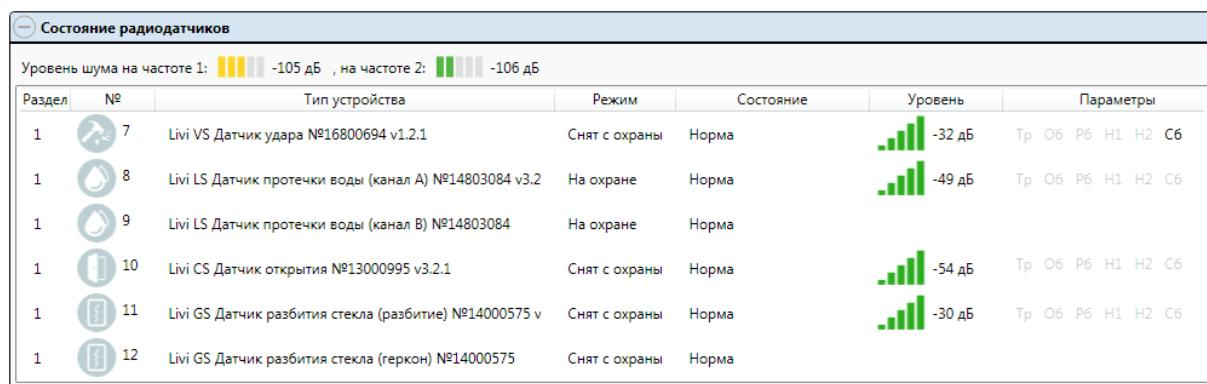

Рисунок 7.3 — Часть блока *Состояние радиоустройств* на вкладке *Монитор* в конфигурации ППК STEMAX RX410
- 1) В Конфигураторе на вкладке Монитор (см. рисунок 7.3).